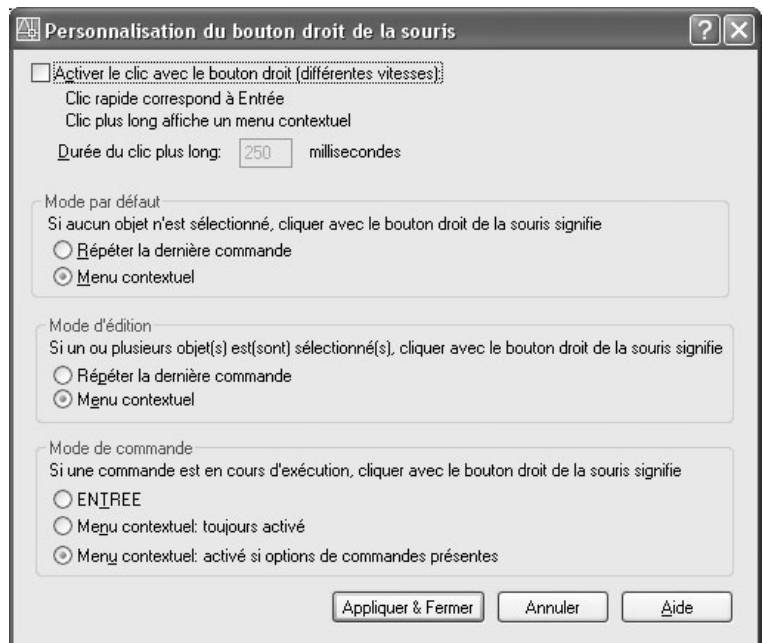

Fig.1.17
- 4 Sélectionner les options dans le cas des 3 comportements possibles (fig.1.17) :